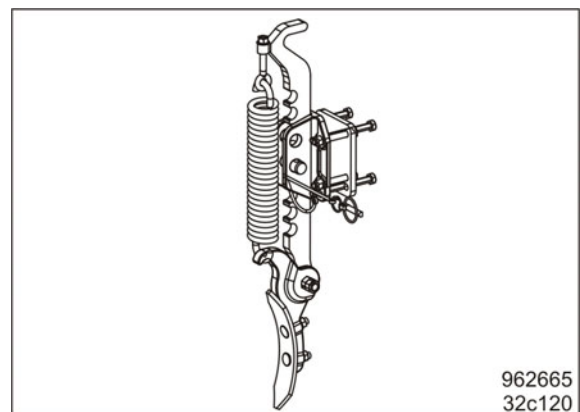

Fig. 24
- Sporldøsnere, fjedret (Fig. 24)